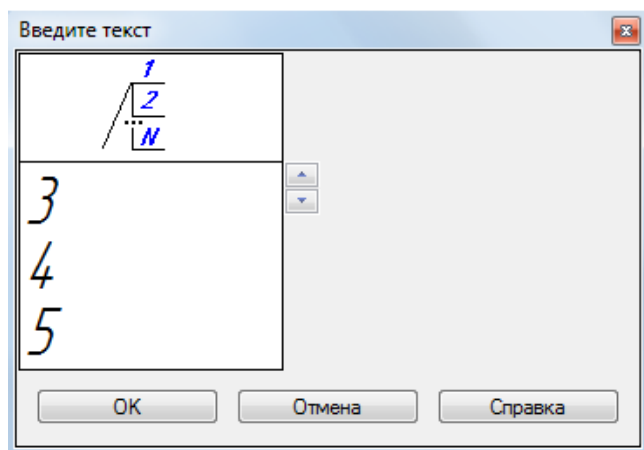

Рисунок 6.
16. Проставить позиции:  **Обозначения** -  **Обозначение позиций**. Выровнять их **по вертикали** . Первые номера присваиваются соединяемым деталям, а затем в алфавитном порядке нумеруются стандартные изделия. Для простановки многоярусной полки-выноски для стандартных изделий войдите в **Текст** - в появившемся окне **Введите текст** с клавиатуры последовательно ввести номера позиций для каждой полки, нажимая каждый раз после ввода числа клавишу **«Enter»** (рисунок 6).